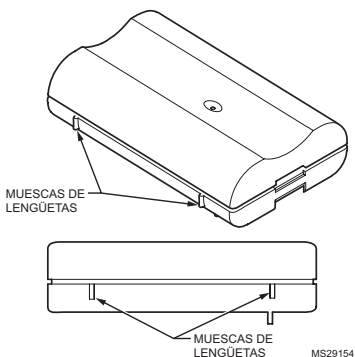

Fig. 7. Muecas de lengüetas del sensor de puerta.
4. Asegúrese de que el lado con muescas del sensor de puerta apunte a la dirección en la que montará el imán. Consulte la Fig. 7 y Fig. 8.